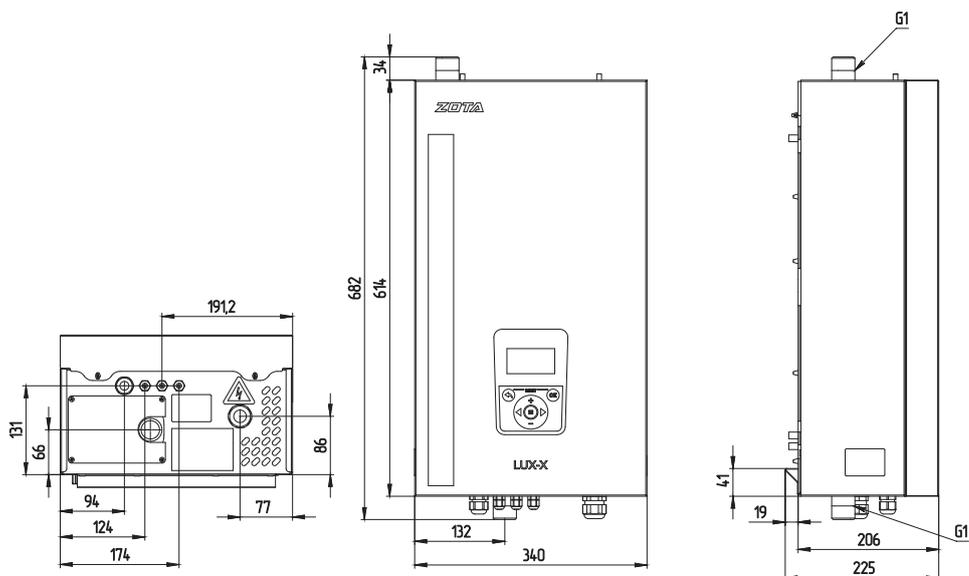

Рис.9 Габаритные размеры ZOTA LUX-X 4,5-7,5
- подсоединить котел к системе отопления. Габаритные и присоединительные размеры котлов указаны на **рис.9, 10, 11, 12, 13, 14**;